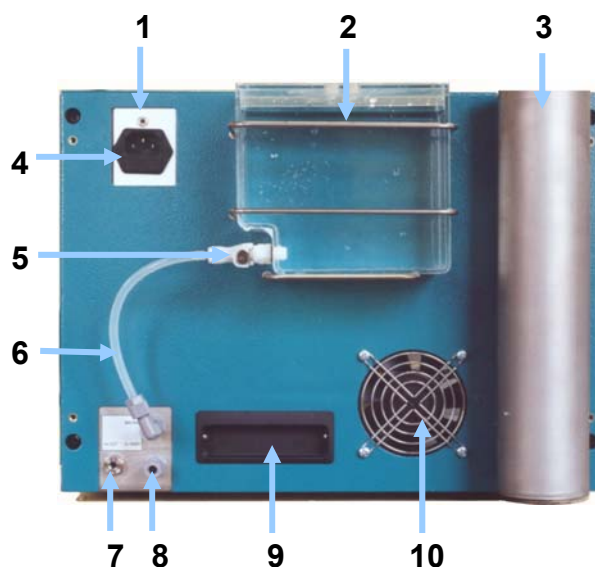

Fig. 3: Pannello posteriore del generatore HG
- Collegare l'uscita "DELIVERY", situata nella parte posteriore dello strumento (fig. 3), o al gas cromatografo o ad altre utenze, usando un tubo di rame o acciaio inox (la scelta dipende dal tipo di raccordo richiesto).
- Inserire il cavo di alimentazione dato in dotazione al generatore nell'apposito zoccolo posto sulla parte posteriore (vedi Fig. 3) .
Riempire la tanica esterna (posizione 2 della Fig. 3) di acqua demineralizzata seguendo le seguenti indicazioni con richiamo alla Fig 3: